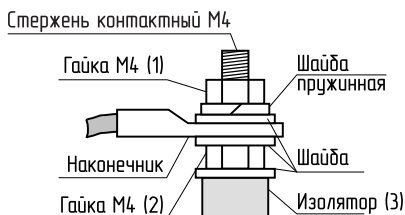

Рис.5 Присоединение проводов к выводам блок ТЭН
6.4. При замене блок ТЭН присоединение фазных проводов к выводам блок ТЭН производить согласно Рис.5. Сечение кабеля указано в табл.1.